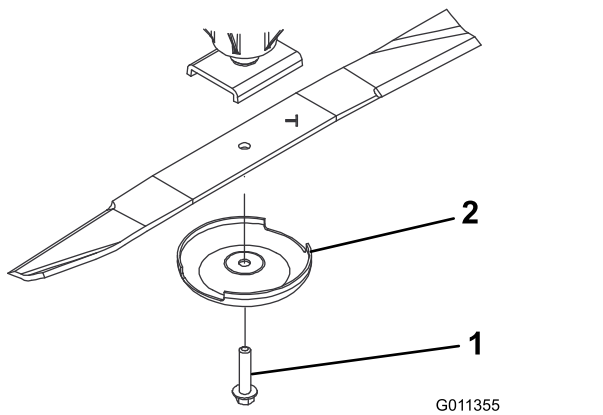

Bild 14
2. Halten Sie das Ende des Messers mit einem stark wattierten Handschuh oder wickeln Sie einen Lappen um es herum. Entfernen Sie die Messerschraube, die Antiskalpierkuppe und das Messer von der Spindelwelle (Bild 14).
3. Setzen Sie das Messer (der Flügel sollte zum Mähwerk zeigen) mit der Antiskalpierschale und der Messerschraube ein (Bild 14). Ziehen Sie die Messerschraube mit 115 bis 149 N·m an.